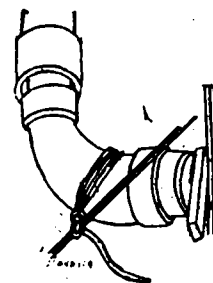

FIG. 4
- 2 – Introduza uma alavanca no elo da corda e outra alavanca, com anteparo de madeira, na ponta da curva (fig. 4).